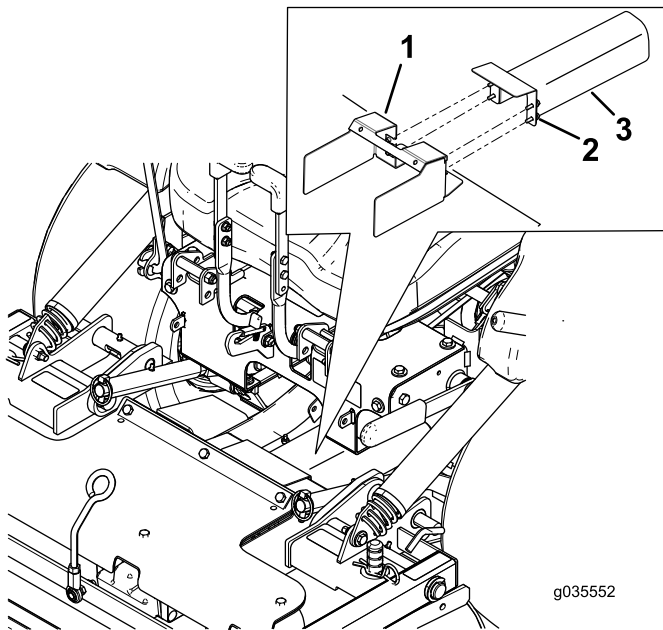

Figure 9
5. Desserrez les boulons et déposez les protections en métal illustrées à la Figure 9.
2. Posez les protections en métal et les boulons comme montré à la Figure 9.